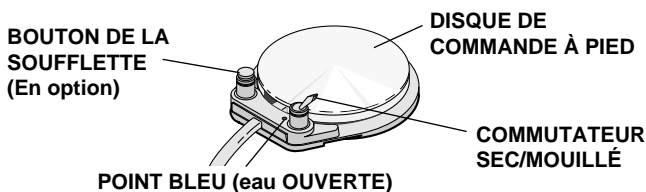

Figure 3. Pédale
La pédale est équipée d'un interrupteur d'eau et, en option, d'un interrupteur de soufflette (voir figure 3).
3. Basculer l'interrupteur d'eau de la pédale (voir figure 3 à la page 3) sur la position OFF, à l'opposé du point bleu.
3. Basculer l'interrupteur d'eau de la pédale (voir figure 3 à la page 3) sur la position ON, vers le point bleu.